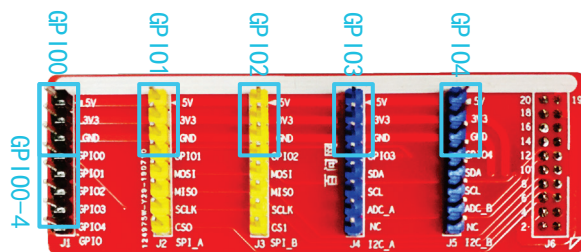

图 1.3.2 100ASK_AM335X 扩展板 GPIO 介绍
- ① 对于只需要一个 GPIO 的模块，可以插在五个排针座中的任意一个的上半部分，如图 1.3.2 所示的 GPIO0、GPIO1、GPIO2、GPIO3、GPIO4；
- ② 对于步进电机驱动板这种需要两个及以上 GPIO 的模块，只能插在最左边的黑色排针 GPIO0 上；
- ③ 同一个 GPIO，不能同时用于多个模块。比如不能同时使用电机驱动板和 OLED 模块。因为电机驱动板占用了 GPIO0~3；而 OLED 模块本来可以接在 SPI_A 或 SPI_B，但所需的 GPIO1~2 被电机驱动板占用了。